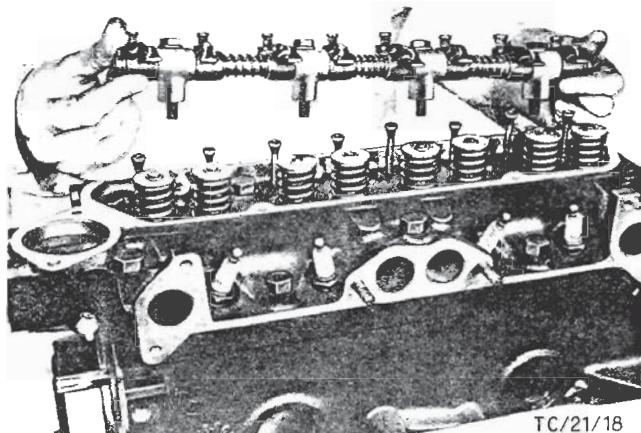
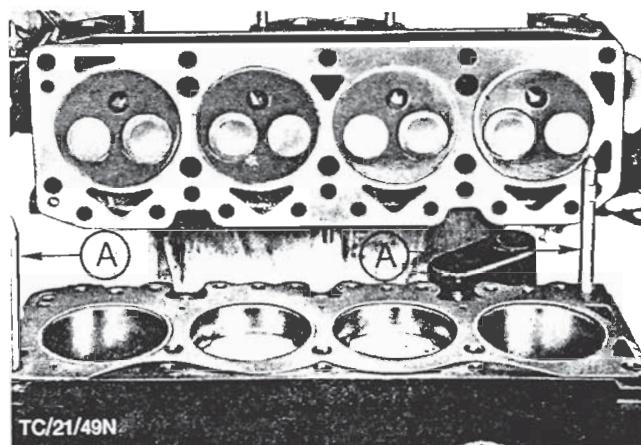
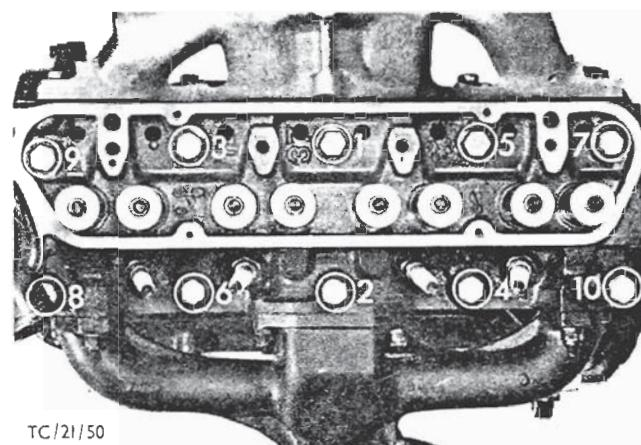

Fig. 67 - Afmonter vippearmsakslen.
Fig. 68 - Monter topstykket.
Fig. 69 - Rækkefølgen for tilspænding af topstykkelboltene.
7. Afmonter ventildækslet (4 skruer) samt tændrørene. Afmonter vippearmsakslen (4 bolte), Fig. 67. Tag stødstængerne ud og afmonter topstykket (10 bolte), idet boltene løsnes i omvendt rækkefølge af den, der blev anvendt ved tilspændingen (se rækkefølgen for tilspændingen i Fig. 69).
9. Monter topstykket, Fig. 68. Skru topstykkelboltene fast med fingrene. Tag styretappene ud og erstat dem med de to sidste bolte. Topstykkelboltene skal derefter tilspændes som specificeret i tre trin i den rækkefølge, der er angivet i Fig. 69.